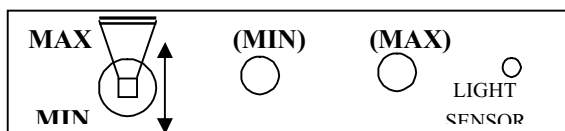

Bild 16: Propellerverstellung
**Startstellung:** Kippschalter in Bild 16 nach unten drücken - die grüne Leuchtdiode blinkt, die Verstellung läuft bis zum Anschlag bei 16° und der Motor schaltet dann ab (Diode leuchtet dauernd). In dieser Stellung kann gestartet werden. Auf Motordrehzahl achten. Besser ist, den Schalter ca. 4 Sekunden lang nach oben drücken, dann blinkt die rote Diode und die Blattverstellung fährt von 16° auf 18°, Motor kann dann nicht mehr überdrehen.